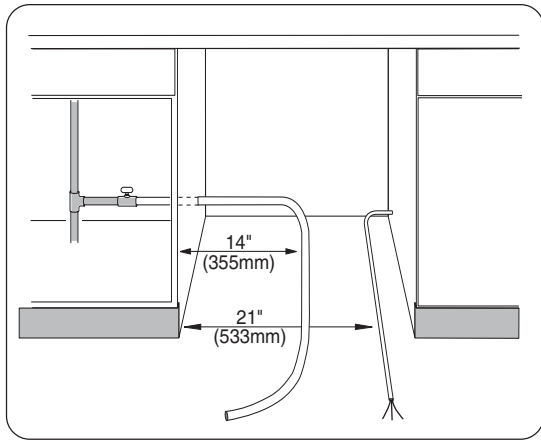

Ilustración 18
- 1 Enderece y acomode el tubo de alimentación de agua caliente y el cable de alimentación eléctrica como muestra la **Ilustración 18** de modo que queden en línea con sus propios canales en la base de la lavadora.